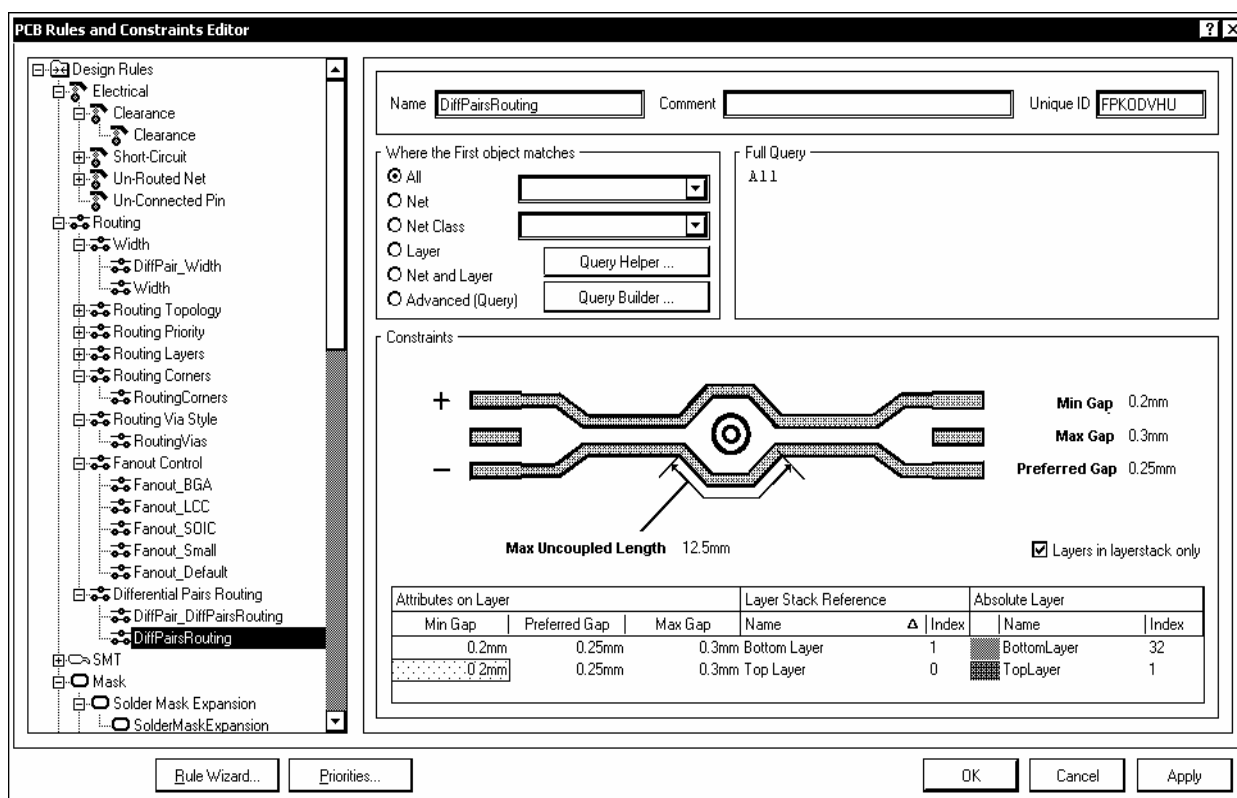

Рис. 7.19
2. Differential Pairs Routing – трассировка дифференциальной пары. Это правило касается главным образом зазора между проводниками дифференциальной пары и настраивается в диалоге, активизируемом по команде главного меню Design>>Rules. В диалоговом окне PCB Rules and Constraints Editor (рис. 7.19) выбрать ветвь Design Rules>>Routing>>DiffPairsRouting и назначить в поле Constraints следующие параметры: